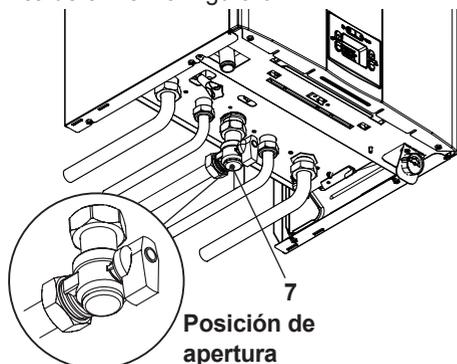

Figura 6.1
- Abra la llave del contador de gas y la de la caldera 7 en la Figura 6.1.